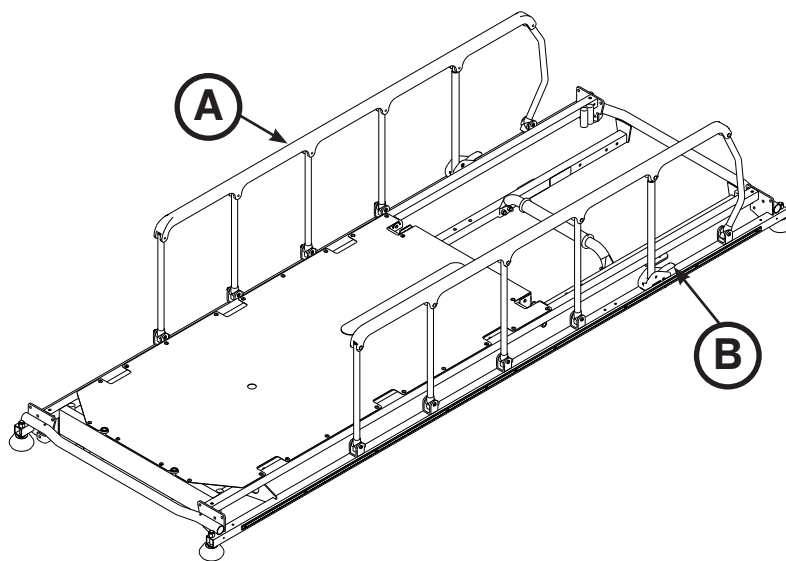

图4：侧护栏
欲升高侧护栏，上拉侧护栏 (A)，将其抬至最高位置，直至插门 (B) 卡入为止，如图4所示。
欲降低侧护栏，上拉插门 (B)，并引导侧护栏下降至其最低位置，如图4所示。